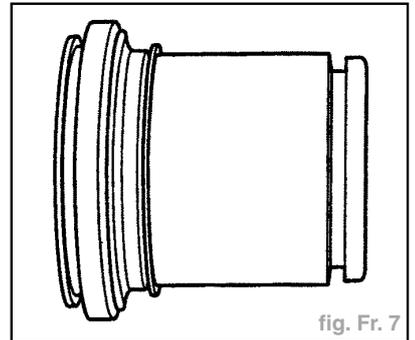

fig. Fr. 7
- Mise en place du capuchon de protection sur le piston avec la lèvres d'étanchéité extérieure (fig. Fr. 7).
- Mise en place du capuchon de protection sur le piston avec la levée d'étanchéité extérieure (fig. Fr. 7) :